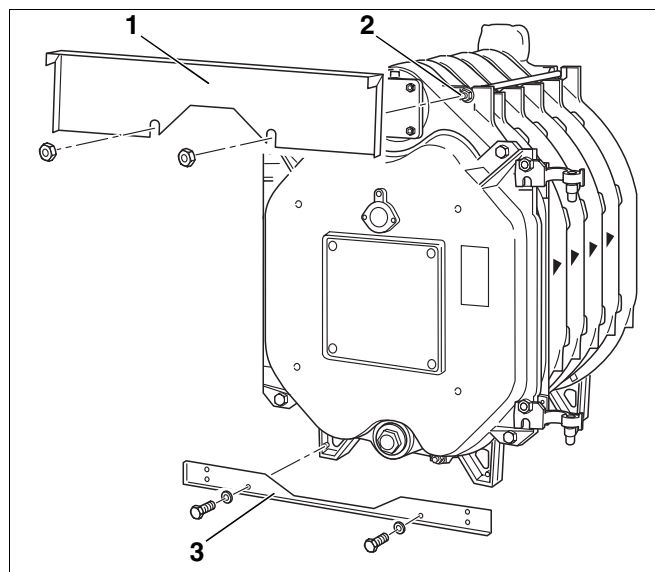

Fig. 30 Montaj – traverse din față
- În partea din față a cazanului, pe cei doi tiranți de sus se înșurubează încă câte o piuliță (fig. 30, **poz. 2**).
- Traversa de sus din față, (fig. 30, **poz. 1**) se așează între prima și a doua piuliță de pe tiranți și se fixează pe camă (adaos turnat).
- Traversa de jos din față (fig. 30, **poz. 3**) se fixează de picioarele elementului anterior cu două șuruburi mecanice.